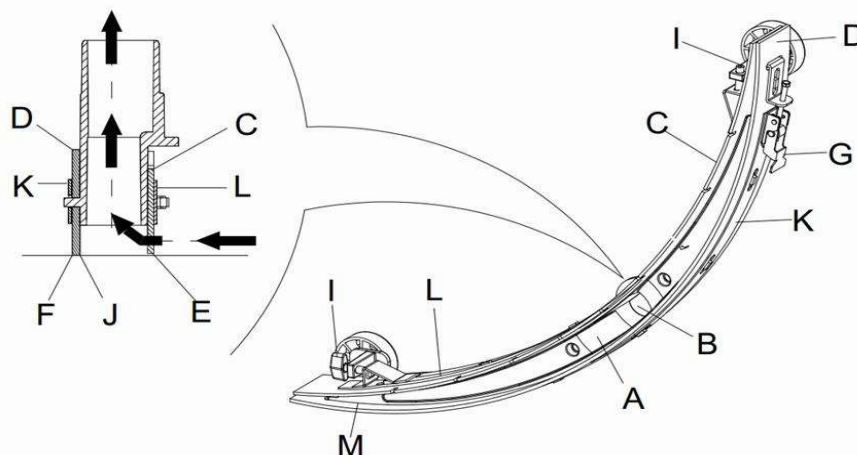

Figura 10
2. Pressione o interruptor de energia (38) para a posição "O" para desligar a máquina.
3. Desaparafuse o botão fixo (16) do squeegee; retire o conector que liga o tubo do vácuo de recuperação do squeegee para o retirar.
4. Utilize o puxador de elevação do squeegee (14) para elevar o encaixe de suporte do squeegee.
5. Limpe o squeegee (**Figura 10**). Limpe bem a ranhura (**A**, **Figura 10**) e a sujidade e fragmentos do tubo de vácuo. Verifique se a lâmina frontal do squeegee (C) e lâmina traseira do squeegee (D) estão intactas, e se existem beiras e rachas. Substitua se necessário (refira aos passos na secção seguinte).
1. Siga os métodos relacionados na secção anterior para limpar o squeegee (**Figura 10**).